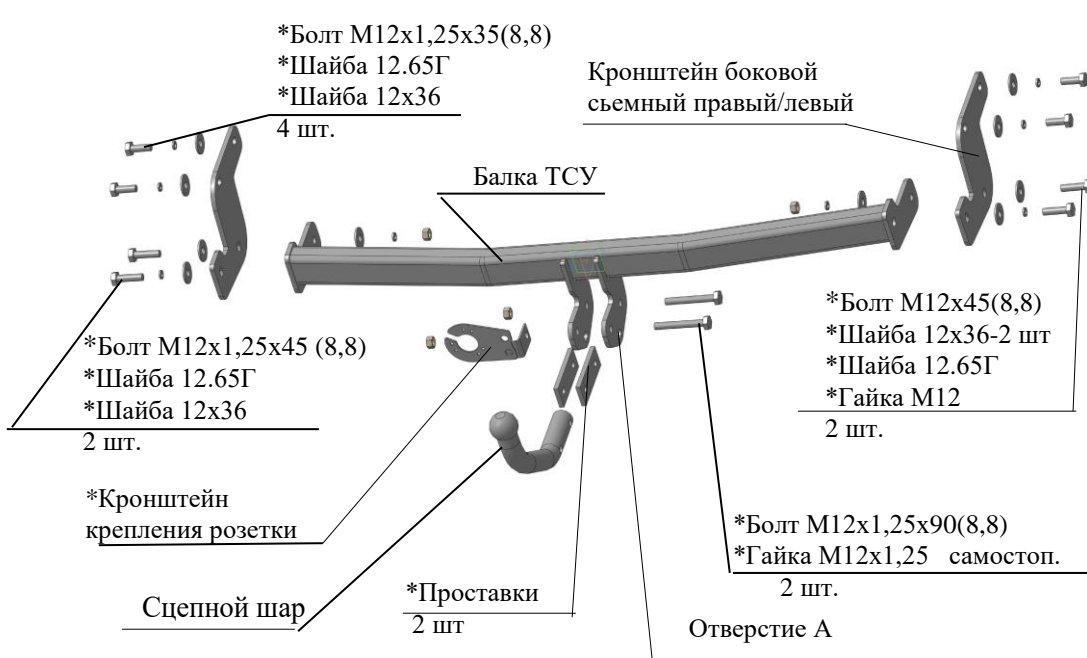

Рис.1 Тягово-сцепное устройство ТСУ 7242.
2.1 ТСУ 7242 в сборе (рис.1)	1 шт.
2.2 Пакет с комплектующими (см. рис.1)	1 шт.
4.3 Закрепить левый и правый боковые съемные кронштейны (соответственно рис.1) к боковым внешним полкам лонжеронов а/м болтами М12х1.25х35 (используя гайки приварные штатные), под головки болтов подложить шайбы 12.65Г и 12х36. Крепеж не затягивать.